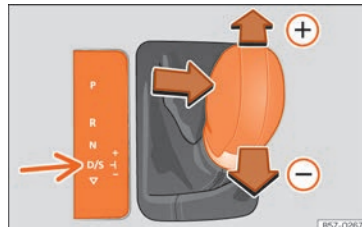

Abb. 221 Mittelkonsole: zu Tiptronic ändern.
- Ziehen Sie den Wählhebel nach vorn  um einen Gang hochzuschalten »» **Abb. 221**.